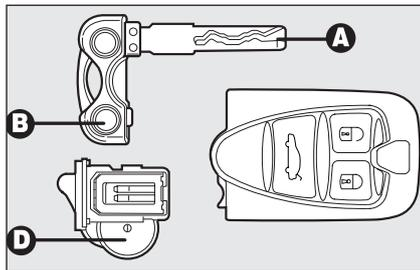

fig. 8
Per sostituire la pila **fig. 8** procedere come segue:
- sfilare la pila **D-fig. 8** dal cassetto memorizzando la posizione delle polarità (nella posizione raffigurata il polo positivo deve essere rivolto verso il basso);